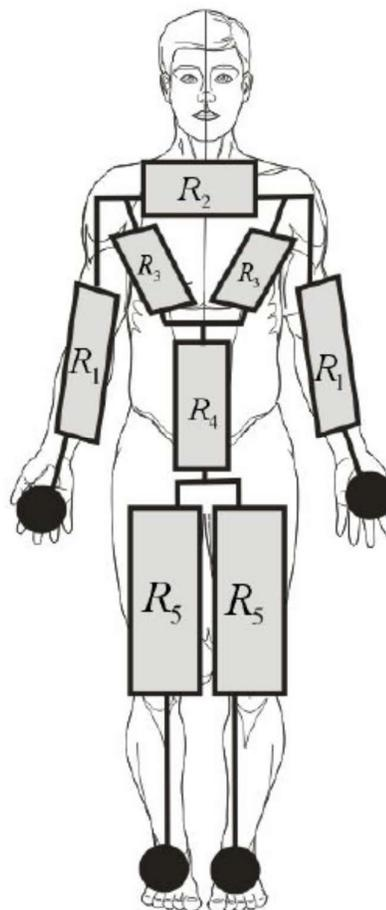

figure 3 : Modèle électrique du corps humain
A.3.2. On peut modéliser le corps humain selon le schéma électrique représenté sur la figure 3.